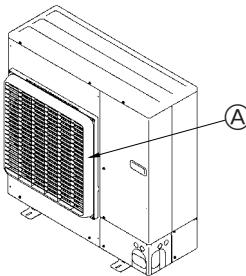

Fig. 2-4
- ② Cihaz, tavfun, vb.'nin yol açabileceği şiddetli rüzgarların hava çıkışına doğrudan gelebileceği yerlere monte edildiği takdirde, isteğe bağlı olarak sağlanan hava çıkış kılavuzu ve hava kılavuzu takın. (Fig. 2-4)